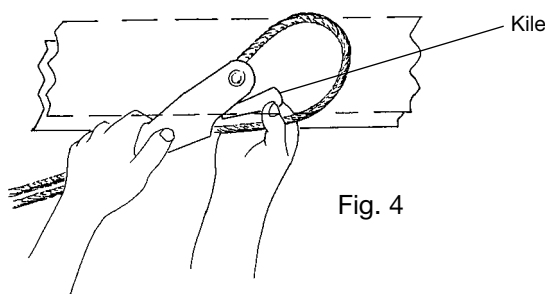
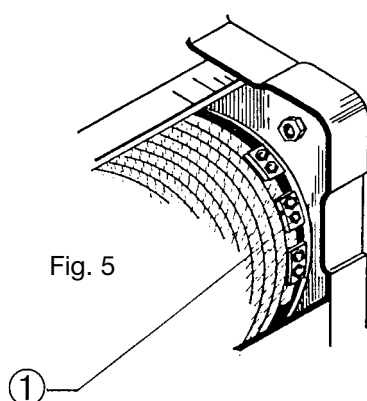

Fig. 4
Fig. 5
For demontering af wiren: fjern hovedkilen (Fig. 4), og tag derefter enden af wiren ud af beslaget, og fjern wiren fra blokskiven og muligt vekselhjul. Træk wiren fuldstændigt ud af tromlen ved at trykke på "ned" knappen på kontrolpanelet indtil tromlens ende. Løsn skrue af wiren fastgørelsesklemme (fig. 5).
Montering af ny wiser: Sæt wiseren i den sidste fastgørelsesklemme, og lad ca. 40 mm af enden af wiseren stikke ud; stram klamskruerne (fig. 5 - pos. 1) stram wiseren indtil den mases og fastgør de andre klamskruer.